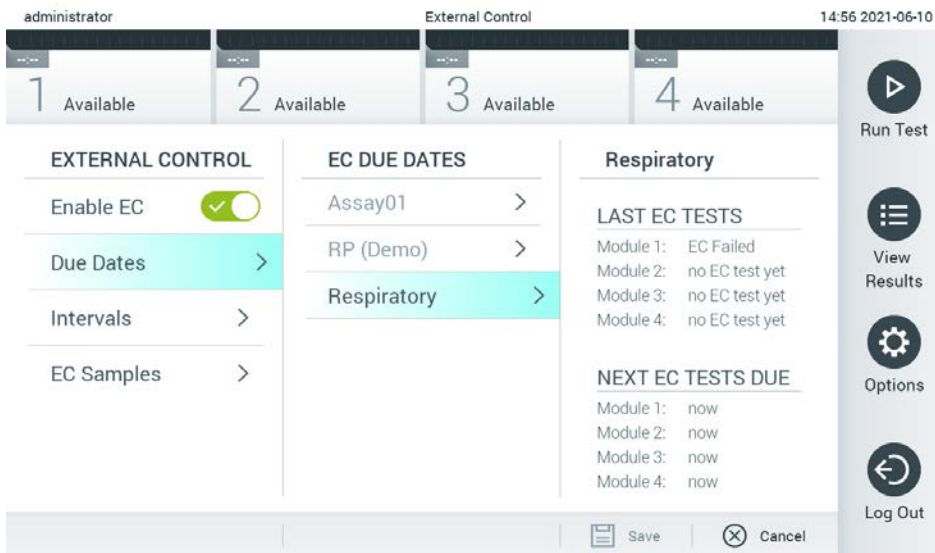

Рис. 51. Экран External Control Due Dates (Запланированные даты внешнего контроля).
3. Выберите **Due Dates** (Запланированные даты) и тест-систему из списка, чтобы увидеть, когда для тест-системы и аналитического модуля был выполнен последний внешний контроль и когда должен быть выполнен следующий анализ внешнего контроля (рис. 51).